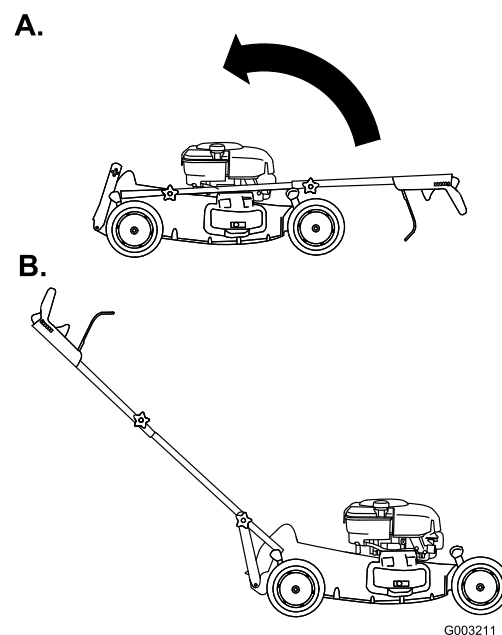

Figure 6
4. Rabattez le guidon en arrière (Figure 6).